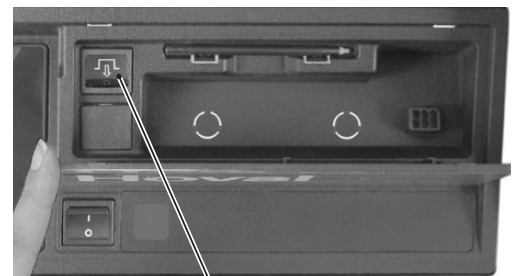

Bild 03
3. Entstörknopf (2, Bild 03) drücken, bis die Störlampe erlischt. Die Störung ist quittiert und ein Heizbetrieb evtl. wieder möglich.